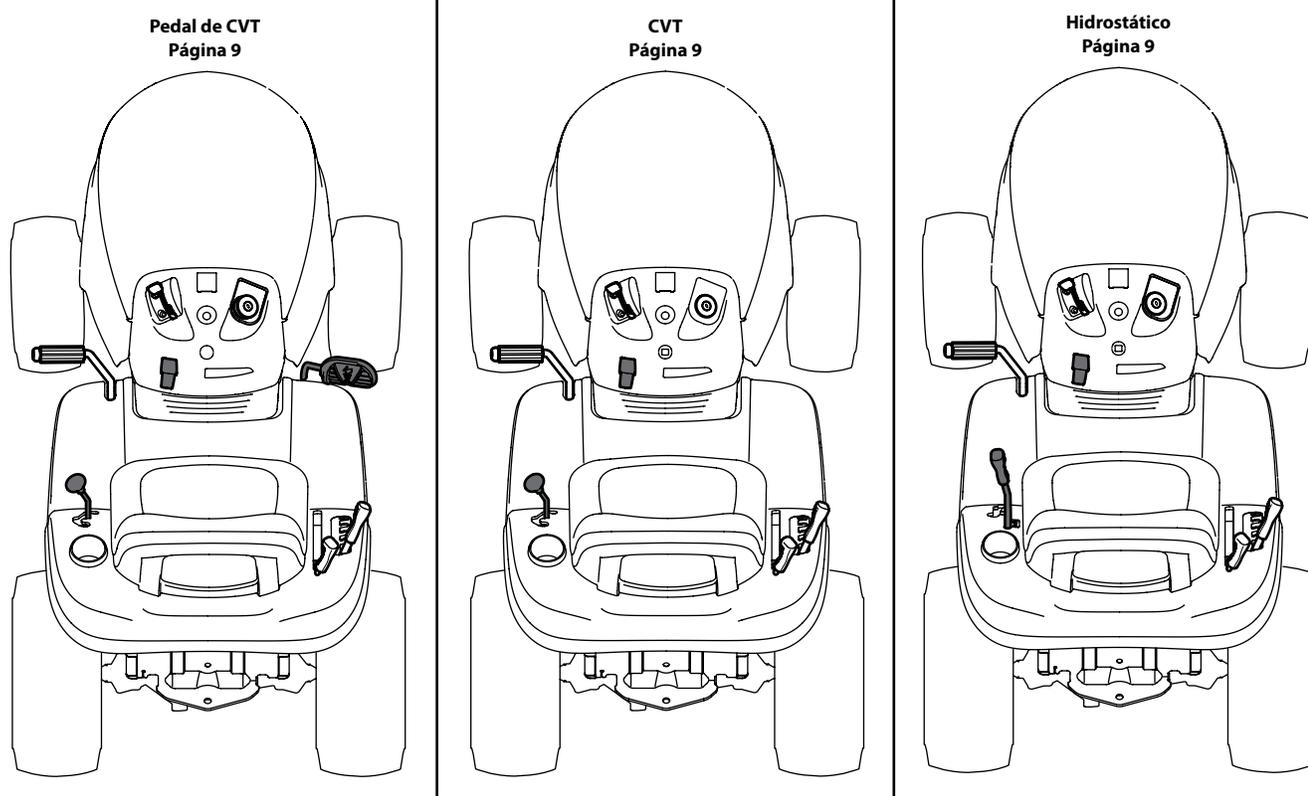

Figura 2-1
**Nota:** Este manual de operación cubre distintos modelos. Las características pueden variar según los modelos. No todas las características que se incluyen en este manual se aplican a todos los modelos y el modelo que se ilustra aquí puede diferir del suyo. Consulte la Figura 2-1 para que coincida con su estilo de transmisión; Pedal de CVT (transmisión variable continua), CVT (transmisión variable continua) o hidrostático.
Consulte la Figura 2-1 y vaya al modelo correspondiente a su depósito de gasolina.